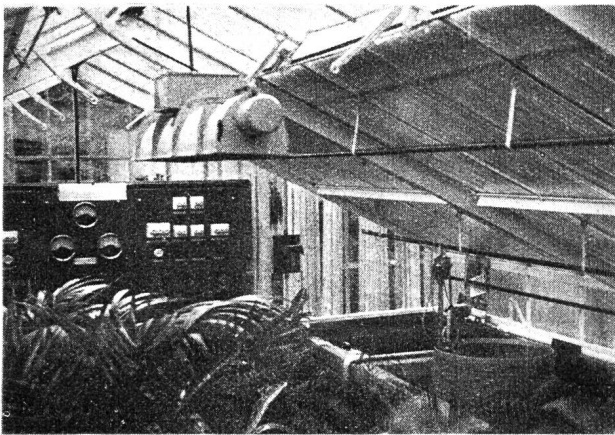

Abb. 74 Innenansicht des Elektrogewächshauses an der «Züga».
1. Im Elektrogewächshaus (Abb. 74):